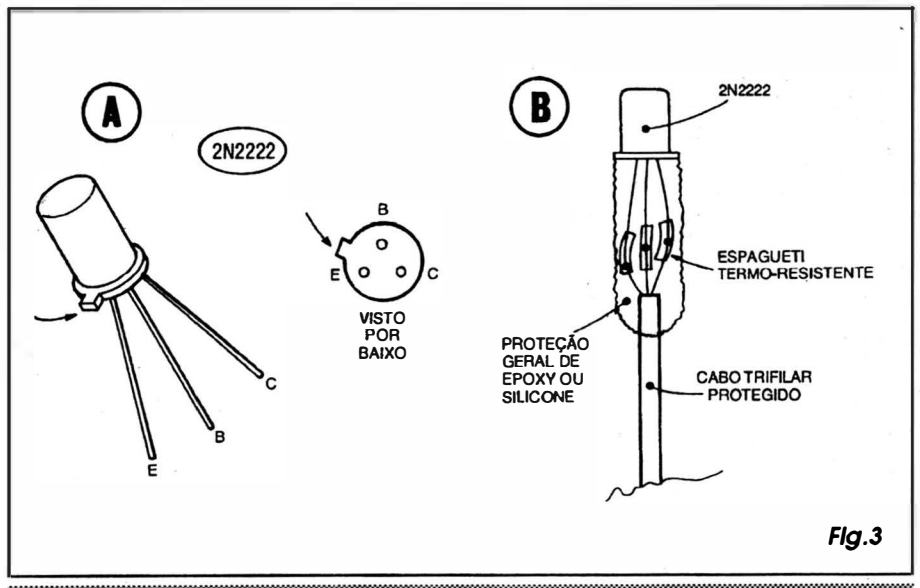

Fig.3
- FIG. 3 - IDENTIFICANDO OS TERMINAIS DO TRANSÍSTOR E ELABORANDO O CONJUNTO SENSOR - O transistor 2N2222, ao contrário dos "BC" mais comuns, apresenta corpo metálico (recomendado para a função, devido à baixa inércia térmica necessária ao bom e rápido sensoreamento...), cuja identificação de terminais deve ser feita a partir de uma pequena *orelha* existente junto à base do componente (ver setinha, em 3-A...). A figura mostra não só a aparência geral do dito transistor, como também os seus terminais vistos por baixo, com a respectiva identificação, de modo a não sobrem dúvidas ao caro leitor/hobbysta... Ainda na mesma figura (em 3-B) é dada uma explicação visual quanto à elaboração prática do conjunto sensor, lembrando que os três terminais do 2N2222 são individualmente conectados ao circuito, via cabo trifilar (pode ser usado tanto um *flat cable* de 3 vias quanto um cabinho blindado estérreo, de boa qualidade...). Para se evitar problemas com *curtos*, cada uma das três ligações soldadas deve ser protegida com *espaguete* isolante termo-resistente (de amianto, preferivelmente...), envolvendo-se o conjunto com massa de *epoxy* ou de *silicone*, promovendo assim uma completa proteção mecânica, elétrica e térmica às ligações... Conforme se vê da figura, apenas o corpo metálico do transistor deve sobressair da proteção, de modo a realizar o sensoreamento direto (detalhes mais adi-